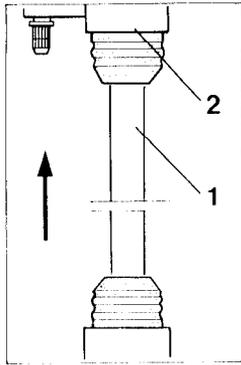

Fig.92
- Zweischeibenstreuwerk anschließen. Gelenkwelle (Fig. 92/1) unter dem ZG-B R auf das Keilwellenprofil der Antriebswelle (Fig. 92/2) aufstecken.